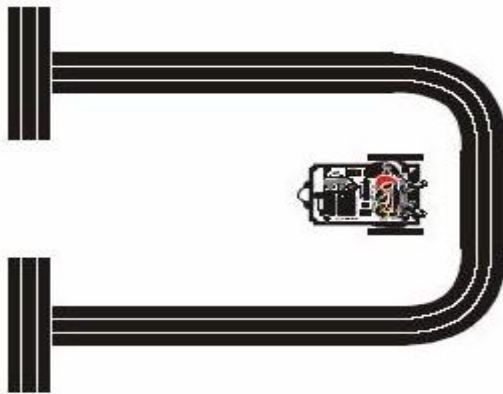

图6-10 高区域测试顶视图
- 放置机器人使两个IR LED/检测器都直接指向三条绝缘带的中心，如图6-10和6-11所示，然后调整机器人的位置（靠近或远离绝缘带）直到两个区域的值都达到4或者5，这表明要么发现一个很远的物体，要么没有发现物体